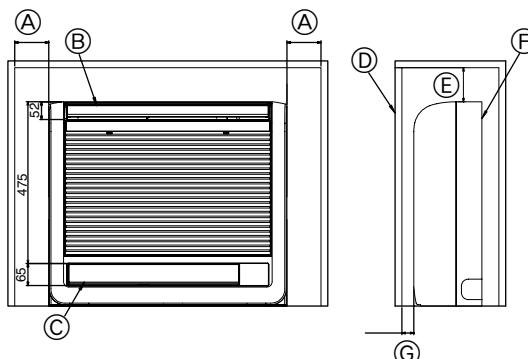

Fig. 6-1
6.1. De binnenuit in een wand inbouwen (Fig. 6-1)
- (A) 100 mm of meer